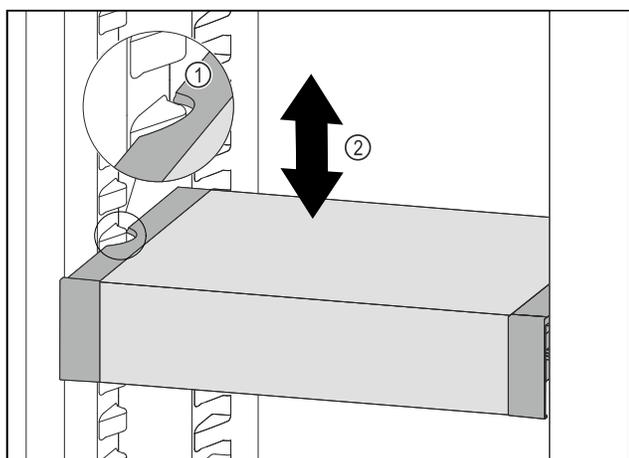

Fig. 78
- Tirer le VarioSafe vers l'avant jusqu'à ce que les encoches latérales du VarioSafe soient à la hauteur de la nervure du bac dans la partie réfrigérateur. Fig. 78 (1)
- Déplacer le VarioSafe vers le haut ou vers le bas dans la partie réfrigérateur jusqu'à ce que la hauteur souhaitée soit atteinte. Fig. 78 (2)